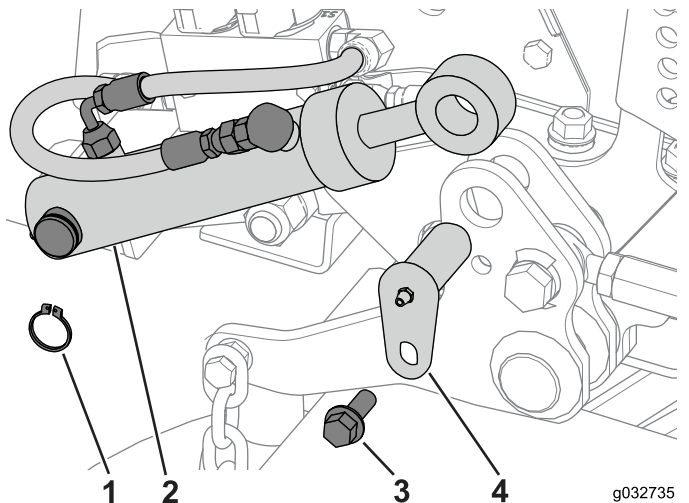

図 123
3. リテーナリング、ピボットピン、ボルトで、デッキ昇降シリンダをピボットポストに固定する 図 123。